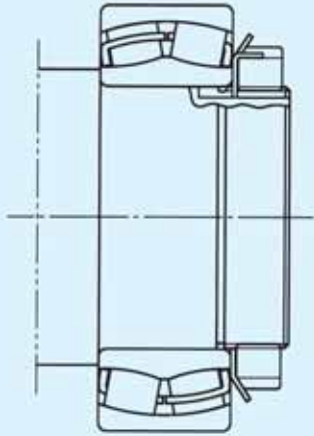

图 1.6 圆柱轴、锁紧垫圈
(1) 圆柱孔轴承安装在圆柱轴上
- 使用锁紧垫圈之例 图 1.6